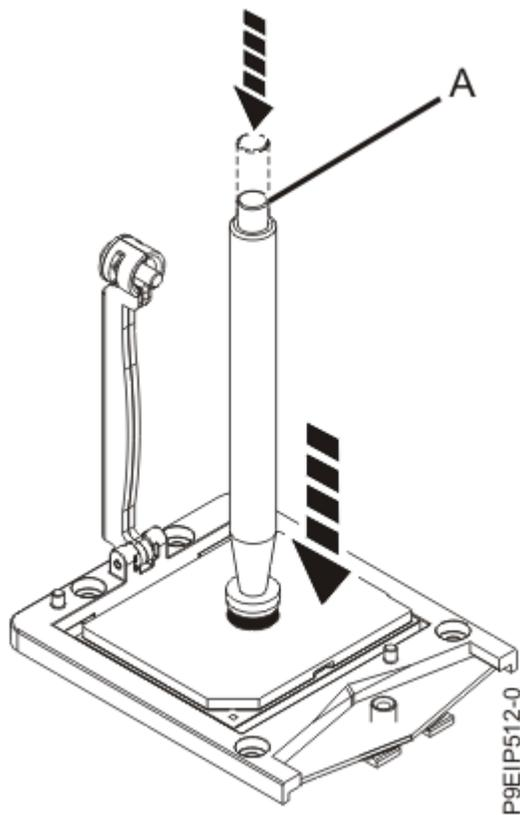

Figura 38. Bajar la herramienta de extracción en el módulo del procesador del sistema
8. Baje la herramienta de lápiz de vacío hasta el módulo de procesador del sistema que se va a instalar. Presione la parte superior del lápiz **(A)** y manténgalo en el centro del módulo del procesador del sistema, como se muestra en la Figura 38 en la página 42. Libere la parte superior del lápiz para fijarlo al módulo de procesador del sistema.